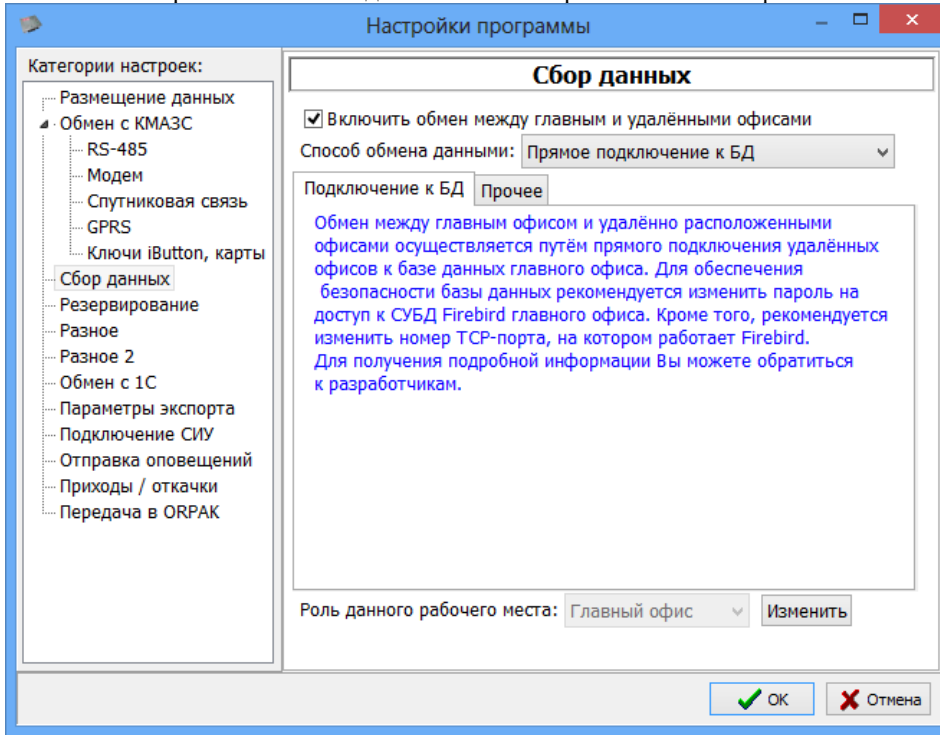

Рис.2
1.3 Выбрать меню Настройки\Настройки программы, выбрать пункт «Сбор данных» (рис.2):
Поставить галку «Включить обмен между главным и удаленным офисами», задать способ обмена данными «Прямое подключение к базе данных» (рис.2).